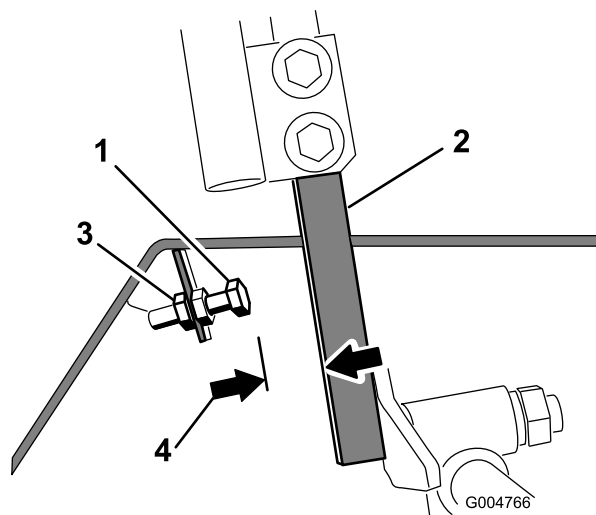

Figura 86
4. Afloje la contratuerca del perno de tope de una de las palancas de control (Figura 86).